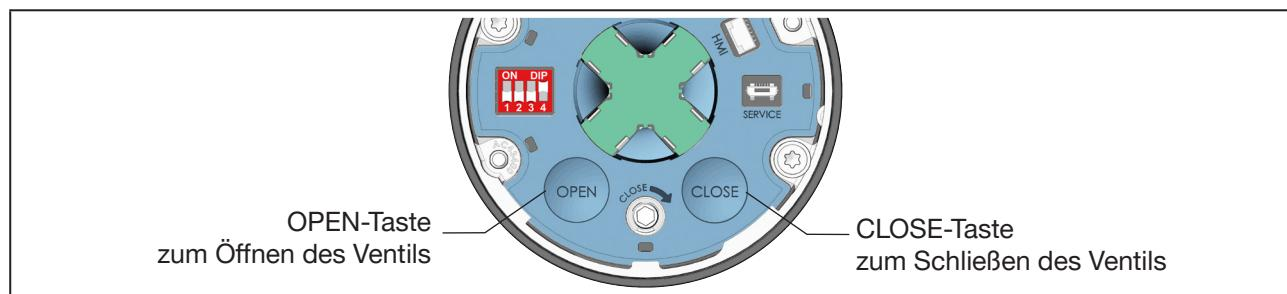

Bild 41: Elektrische Handbetätigung bei Geräten
- Mit der OPEN-Taste und CLOSE-Taste das Ventil öffnen oder schließen (siehe „Bild 41“).